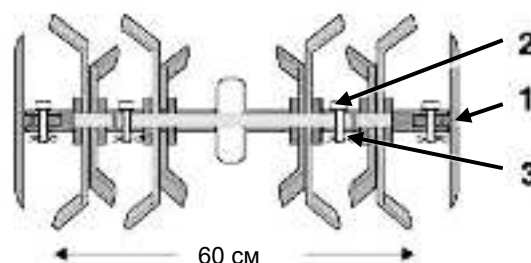

Рис. 18.
1. Отсоединить шпильки (см. рис.18, поз.3) и извлечь стопорные пальцы (поз.2) крепления фрез к валу культиватора.
Примечание: Боковые диски (см. рис.18, поз.1) снимаются и устанавливаются аналогичным способом.